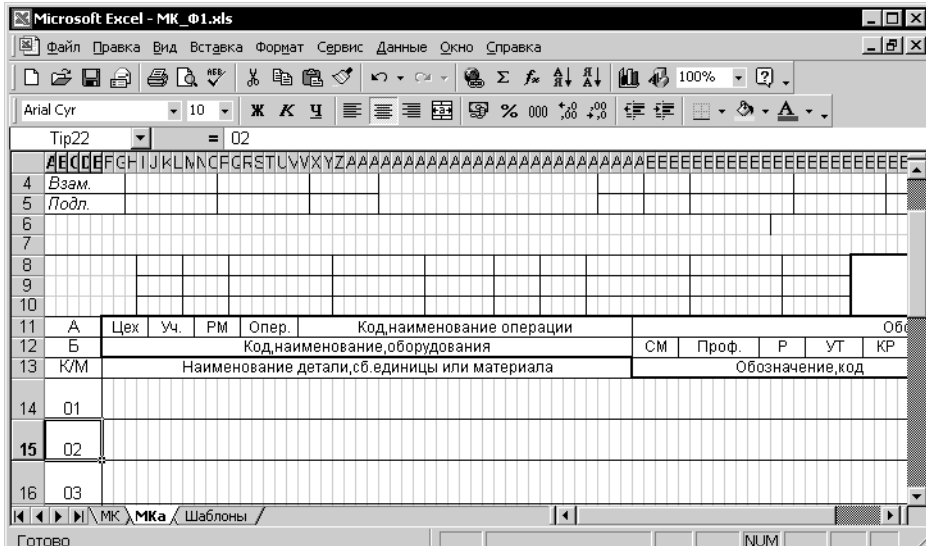

Рис. 3.63. Диапазон «Tip22»
4. На листе продолжения МКa сделайте то же самое: присвойте имена диапазонов «Stroka21», «Stroka22», «Stroka23»,... и «Tip21», «Tip22» (рис. 3.63), «Tip23» и т. д.